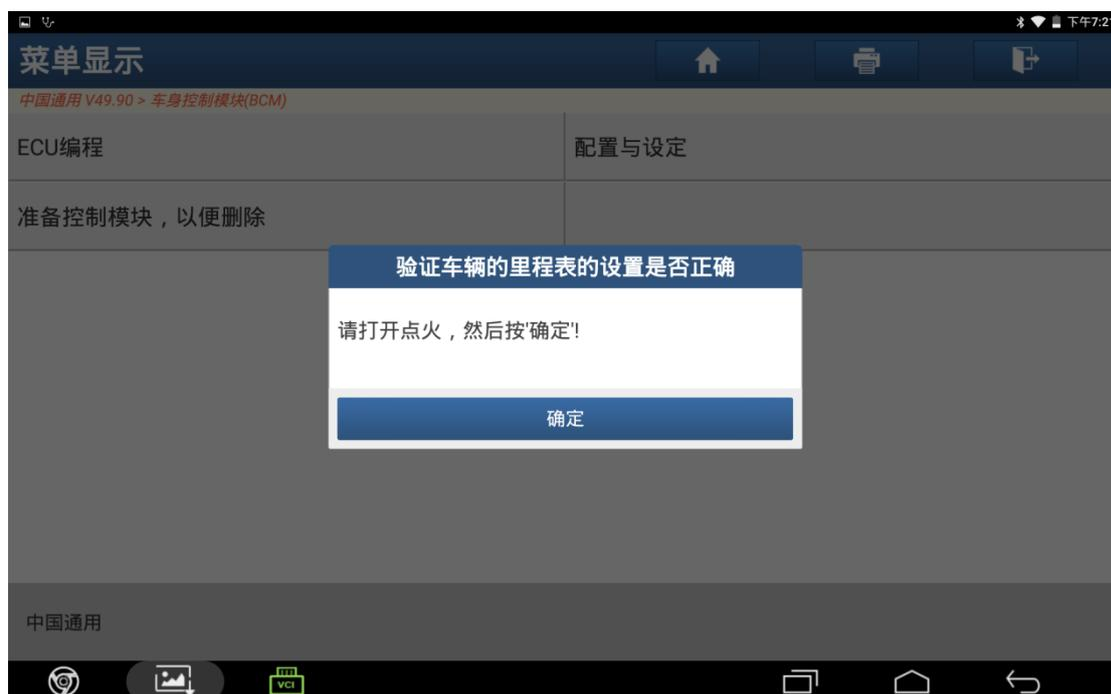

图 25
25). 再打开点火开关, 然后点击“确定”, 如图 25;